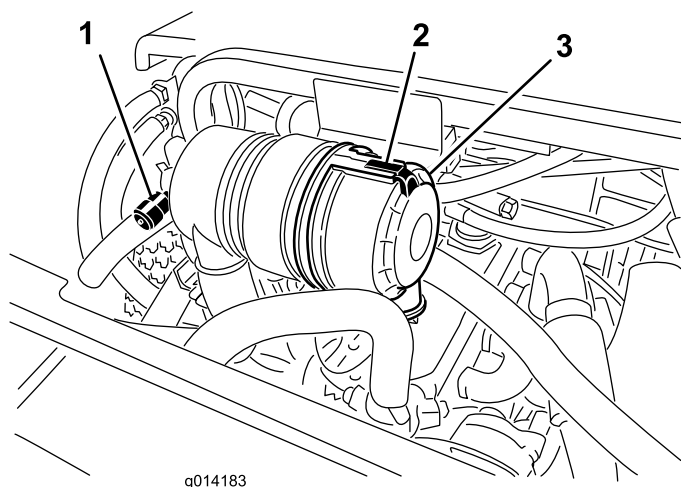

Figura 32
Effettuate la manutenzione del filtro dell'aria quando l'indicatore (Figura 32) lo richiede. Sostituendo il filtro dell'aria prima del necessario si aumenta il rischio che la morchia penetri nel motore quando si toglie il filtro.
1. Liberate il fermo che fissa il coperchio del filtro dell'aria al relativo corpo (Figura 32).